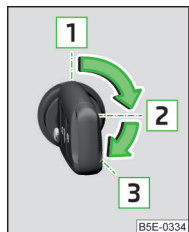

Fig. 94
Pozițiile cheii autovehiculului în butucul de contact » fig. 94
- Rotiți cheia în poziția 1 » fig. 94 la pagina 92.